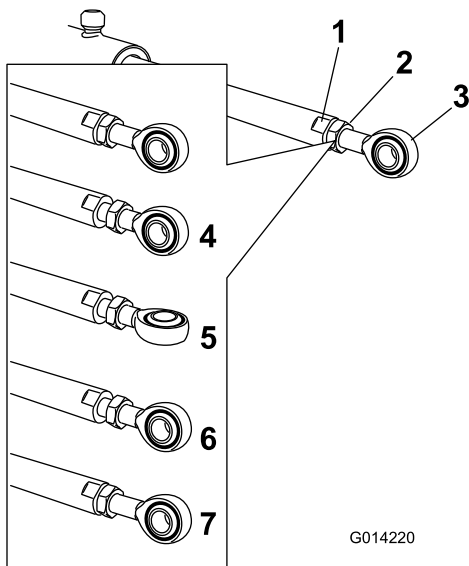

图 119
- 使用扳手将提升器杆固定在杆的平面处然后松开锁紧螺母 图 119。
- 转动提升器杆上的杆端将延伸的提升器缩短或延长至所需的位置 图 119。